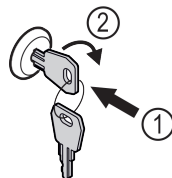

Fig. 194
- ▶ Introduceți cheia prin apăsare. Fig. 194 (1)
- ▶ Rotiți cheia cu 90° în sensul acelor de ceasornic. Fig. 194 (2)